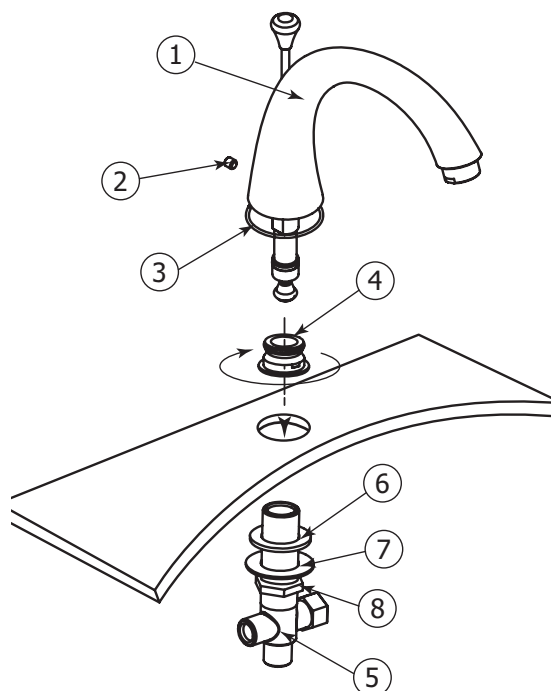

Fig.3
Insert the shank body through the hole from underneath the deck and tighten with nut (4) from the top (Fig.3).
Dévisser l'écrou de retenue (4) du haut du raccord (5). Ensuite, insérer le raccord par en dessous de la surface et remettre l'écrou de retenue (4) par le haut. S'assurer de fixer le raccord fermement (Fig.3). Au besoin, serrer également l'écrou du bas (8) avec les rondelles en caoutchouc (6) et en métal (7).